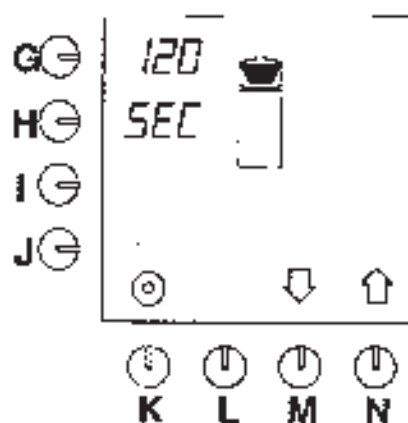

Рис. 36 Время для фильтрации
- Нажмите кнопку N ↑ до появления на дисплее рис.36